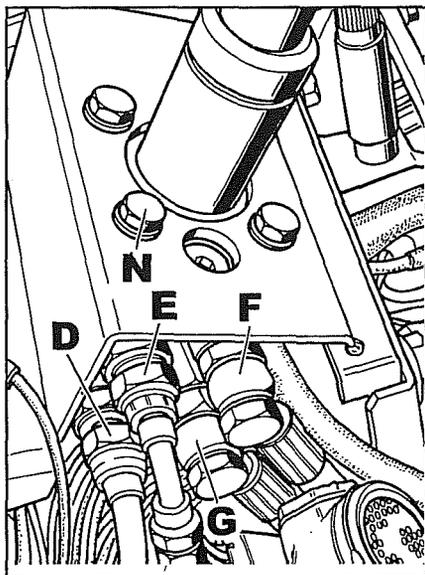

Fig. 60
2. Marcar y luego desconectar los tubos **D-E-F-G** fig. 60. Quitar los tornillos **N** separando la columna de dirección de la dirección hidrostática subyacente.